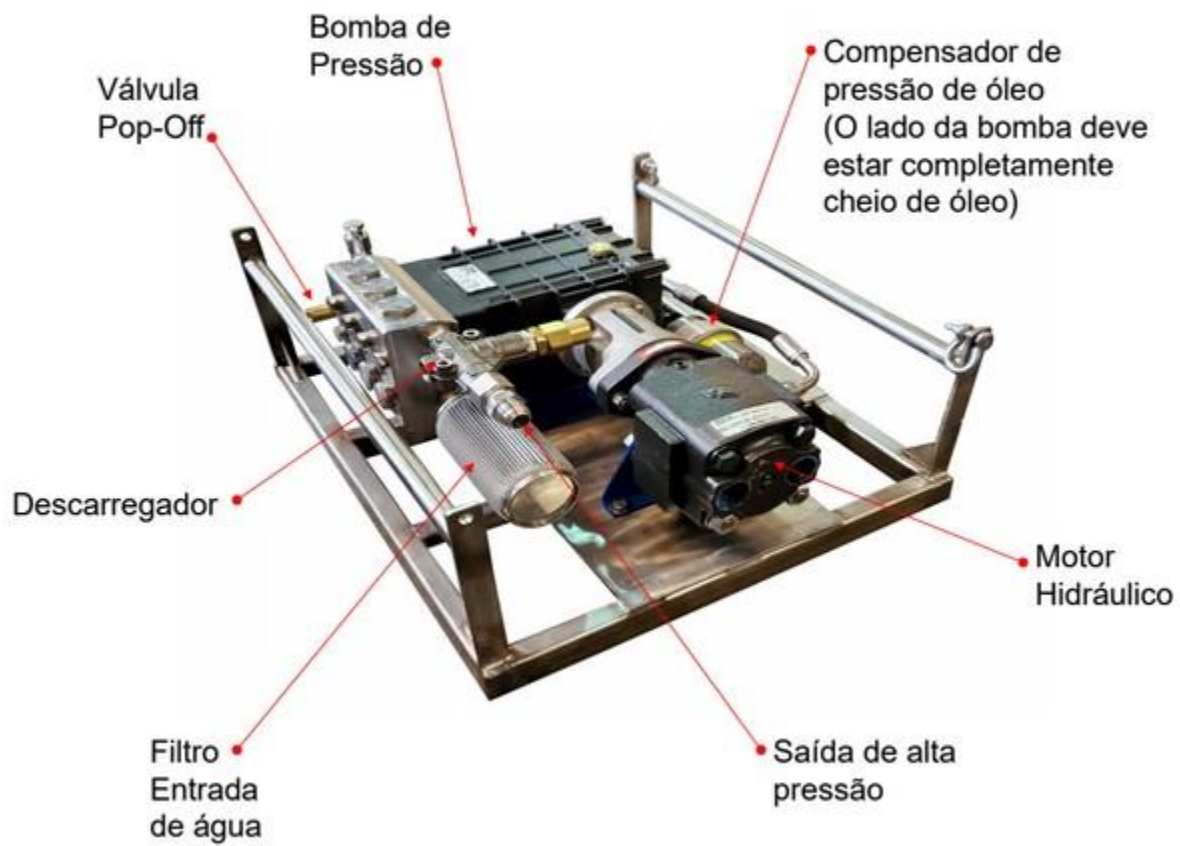

Figura 2.1 - Características gerais do CaviBlaster® 1030-ROV
| Figura 2.1 - Características Gerais do CaviBlaster 1030-ROV | 07 |
A primeira vez que um componente é mencionado, normalmente é seguido por uma referência de figura; por exemplo, botão de parada de emergência (consulte a Figura 2.1). Os números das figuras e das seções são sempre coincidentes.
Após receber a unidade de alimentação CaviBlaster®, o seguinte deve ser concluído: Consulte a Figura 2.1 para obter a localização dos itens.
- 2) Inspeccione o filtro de entrada de água para garantir que não esteja entupido (consulte a Figura 2.1). Limpe se necessário.